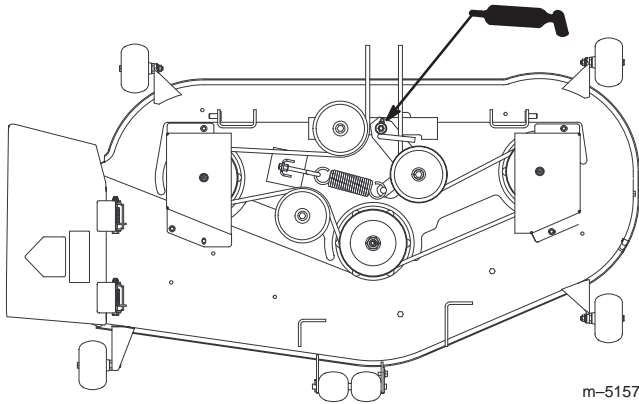

Bild 31
3. Fetten Sie das Spannscheibengelenk (Bild 31).